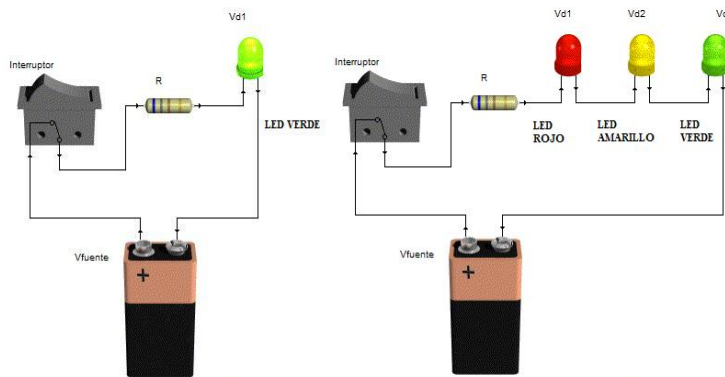

Figura 65. Conexión básica de LEDs.
- Lámparas de LED: un LED (Light Emitting Diode) es un dispositivo semiconductor (diodo) que emite luz de espectro reducido cuando se polariza de forma directa del semiconductor del mismo y circula por él una corriente eléctrica. Durante el proceso, se emite energía excedente en forma de luz. La longitud de onda y, por tanto el color, se puede ajustar usando diferentes materiales semiconductores y, además, la difusión de la longitud de onda de la luz es relativamente corta, por lo que los colores son más puros. La mayoría de los LEDs se fabrican con materiales semiconductores como el nitrito de galio y también se fabrican a base de polímeros. En la **Figura 65** se representa la conexión básica de un LED.